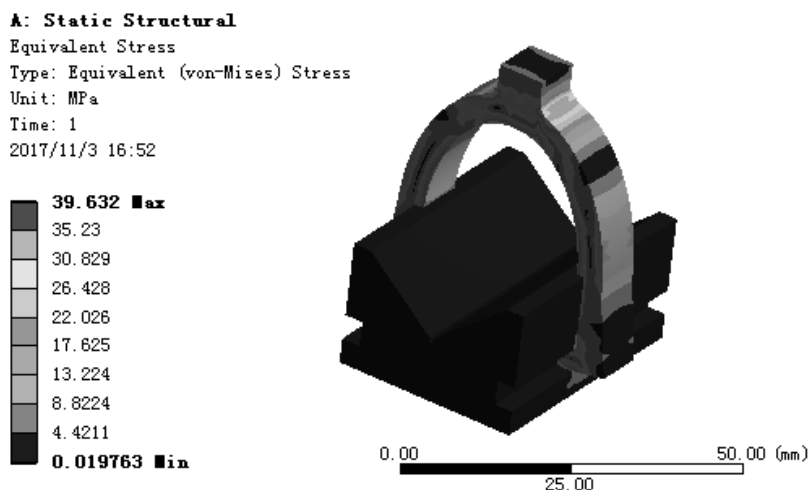

图 7.6.19 应力结果图解
(1) 求解分析。在顶部的工具栏中单击  按钮求解分析。
(2) 查看应力结果图解。在“Outline”窗口中选中  **Equivalent Stress**，查看图 7.6.19 所示的总应力结果，其最小应力为 0.019763 MPa，最大应力为 39.632 MPa。